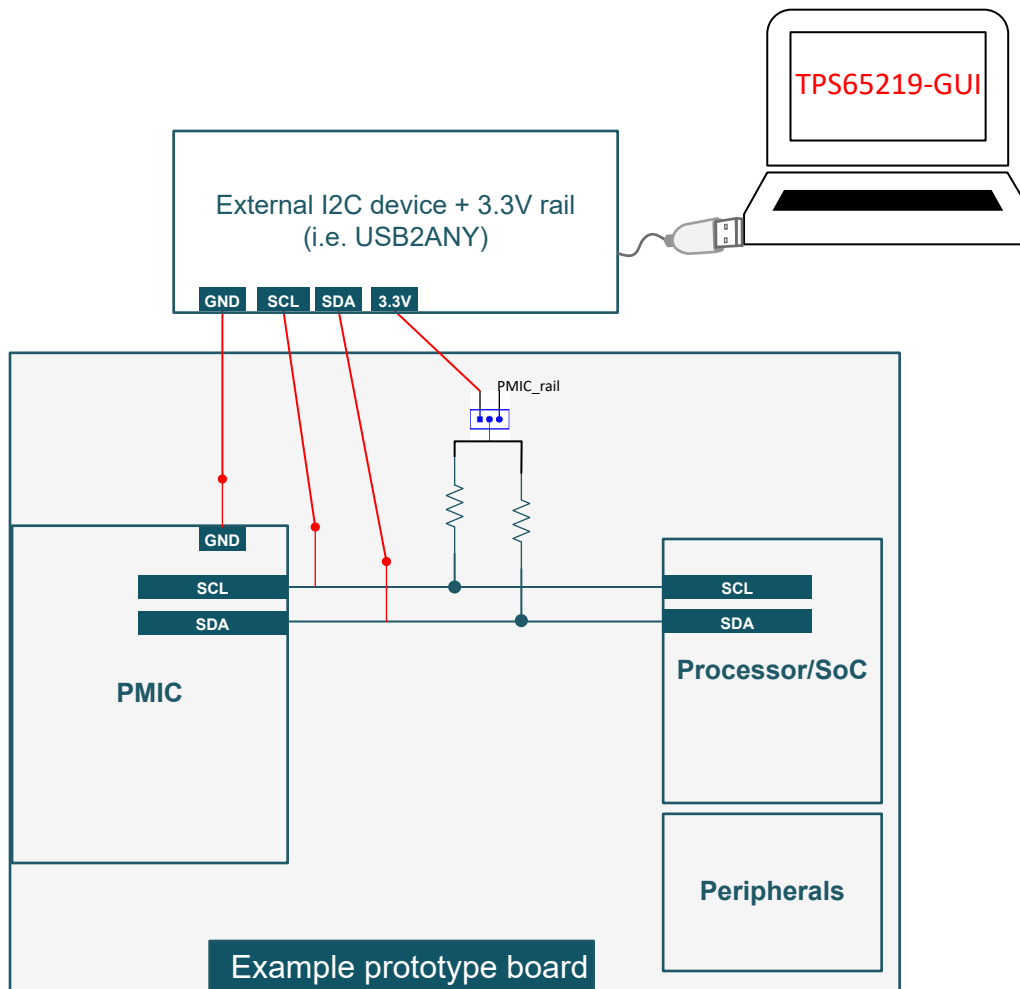

図 3-2. プロトタイプの場合
- **試作ボード:** ユーザーがプログラム可能な TPS6521905 NVM には、すべての電源リソースがデフォルトで非アクティブになっており、EN/PB/VSENSE ピンは FSD なしの押しボタンとして構成されています (PU_ON_FSD = 0x0)。このピンが VSYS にプルアップされている場合、有効な電源が VSYS に接続されているとき、PMIC はオフ (初期化状態) のままです。この構成により、電源投入時シーケンスが実行される前に NVM を再プログラミングできます。図 3-2 に、PMIC NVM を再プログラムするためのお客様が試作ボードに含める必要があるものを示します。必要な部品には、GND、SCL、SDA 上の 3 つのテスト・ポイントと、外部 3.3V と、通常のアプリケーションで I2C ピンに電力を供給する PMIC レールの間のプルアップ電源を選択する 1x3 の 1 列ヘッダ・コネクタが含まれます。USB2ANY (TI.com で入手可能) は、PMIC との通信や、NVM 設定の再プログラムに使用できます。